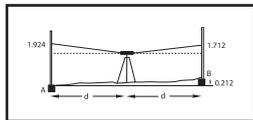

Fig.10
- Posizionare lo strumento di misura sul treppiede al centro delle stadi di livellamento (Fig.10) e impostare approssimativamente 39 m a 50 m di distanza. Centrare la bolla